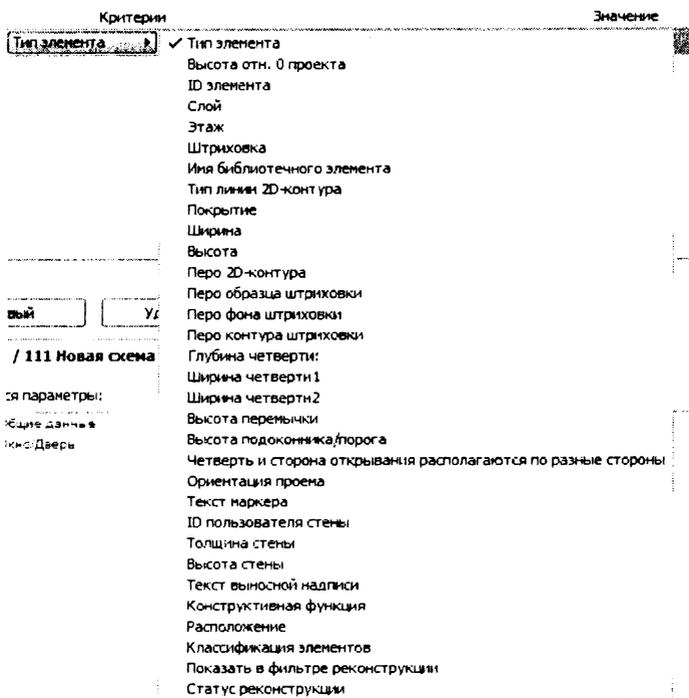

Рисунок 97
1. Первая – содержит критерии элемента выбранного в столбике **Значение** рис. 97.